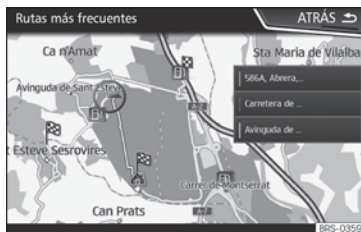

Fig. 170 Navegació predictiva
- A la pantalla principal del Menú de navegació, feu clic a la tecla **RUTAS FRECUENTES** a la finestra emergent. Per visualitzar les rutes habituals premeu el botó **Mostrar en mapa** >>> **fig. 170**.